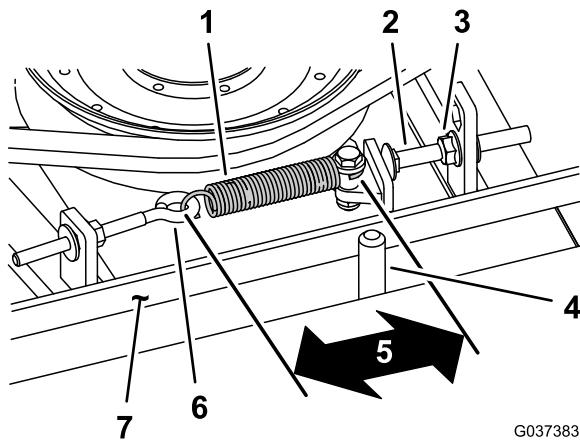

Figure 114
Lorsque le ressort d'extension est correctement tendu, l'intérieur doit mesurer (d'un crochet à l'autre) entre 8,3 et 9,5 cm. Lorsque le ressort est correctement tendu, ajustez le boulon de butée (boulon de carrosserie) jusqu'à obtention d'un jeu d'environ 2 à 5 mm entre la tête du boulon et le bras de tension (Figure 114).
**Remarque:** La courroie doit être placée du côté ressort du guide (Figure 114).
2. Desserrez le boulon à œil (Figure 114).
3. Desserrez l'écrou à embase qui fixe le boulon de butée à la patte de montage, et écartez la poulie de tension de la courroie (Figure 114).
9. Raccrochez le ressort d'extension (Figure 114) au boulon à œil et tendez la courroie comme suit :